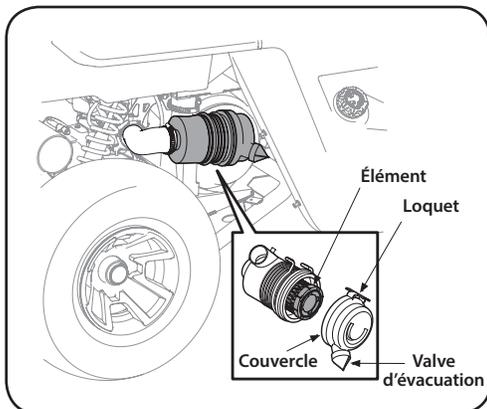

Figure 6-1
1. Soulevez le loquet et tournez-le dans le sens anti-horaire pour retirer le couvercle du filtre à air. Voir Figure 6-1.
IMPORTANT : Lorsque vous rattachiez le couvercle, vérifiez que la valve d'évacuation est dirigée vers le sol. Voir Figure 6-1.